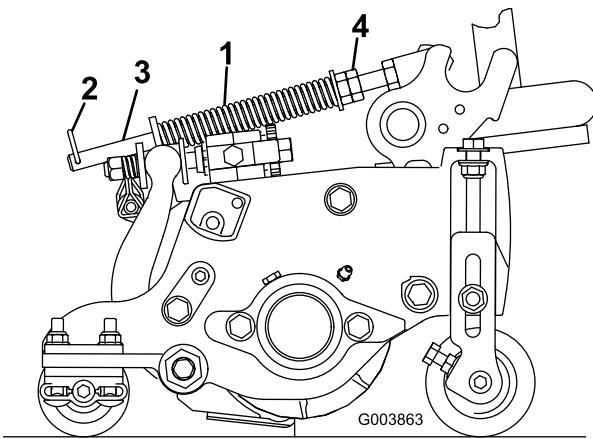

Figura 14
La molla di compensazione del manto erboso (Figura 14) trasferisce inoltre il peso dal rullo anteriore a quello posteriore, per contribuire a ridurre l'ondulazione del manto erboso, detta anche fluttuazione o bobbing.
- 1. Verificate che la coppia sia montata nel foro posteriore dell'asta della molla (Figura 14).
2. Serrate i dadi esagonali sulla parte anteriore dell'asta della molla fino a ridurre la lunghezza compressa della molla a 12,7 cm sugli elementi di taglio da 12,7 cm del Reelmaster 5410, oppure a 15,9 cm sugli elementi da 17,8 cm del Reelmaster 5510; fate riferimento alla Figura 14.